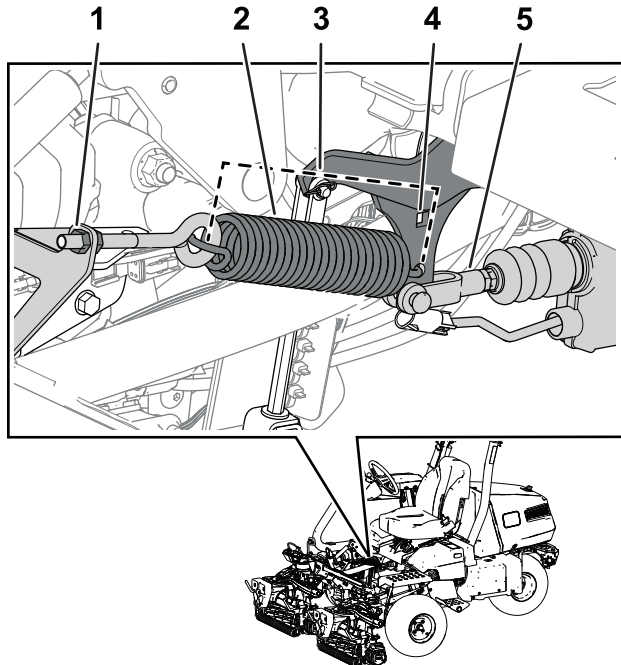

Figura 38
Nota: Consulte la Figura 38 durante este procedimiento.
3. Prepare la operación apretando la tuerca del cáncamo hasta que la longitud del muelle sea de 11.4 cm (4.5") una vez instalado (Figura 38).